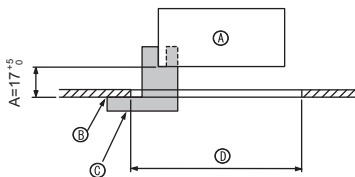

Fig. 5-2
①	Решетка	1	950 × 950 (мм)
②	Винт с привязной прокладкой	4	M5 × 0,8 × 25
③	Шаблон	1	(Поделен на четыре части)
④	Фиксатор	3
⑤	Винт	4	4 × 8
⑥	Винт	1	4 × 12
⑦	Угловая панель i-see sensor	1	для PLP-6BAE
5.2. Подготовка к установке вентиляционной решетки (Fig. 5-2)
- С помощью поставленного в комплекте шаблона ③ отрегулируйте и проверьте положение устройства по отношению к потолку. При неверном расположении устройства по отношению к потолку возможно прохождение воздуха или накопление конденсации.
- Ⓒ Шаблон ③ (Вставлен в устройство)